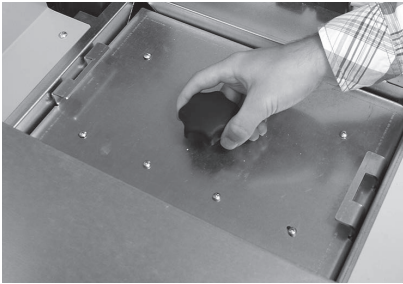

Fig. 65 Svitare il collegamento a vite
► Ruotare il collegamento a vite sul coperchio – Fig. 65.